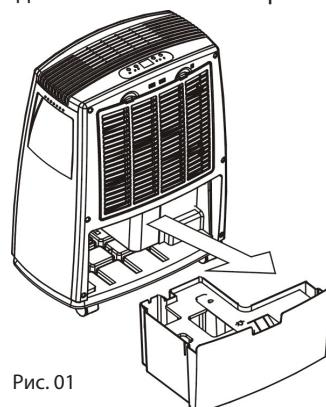

Рис. 01
- Выньте резервуар для воды, как показано на Рис. 01, и вылейте воду.